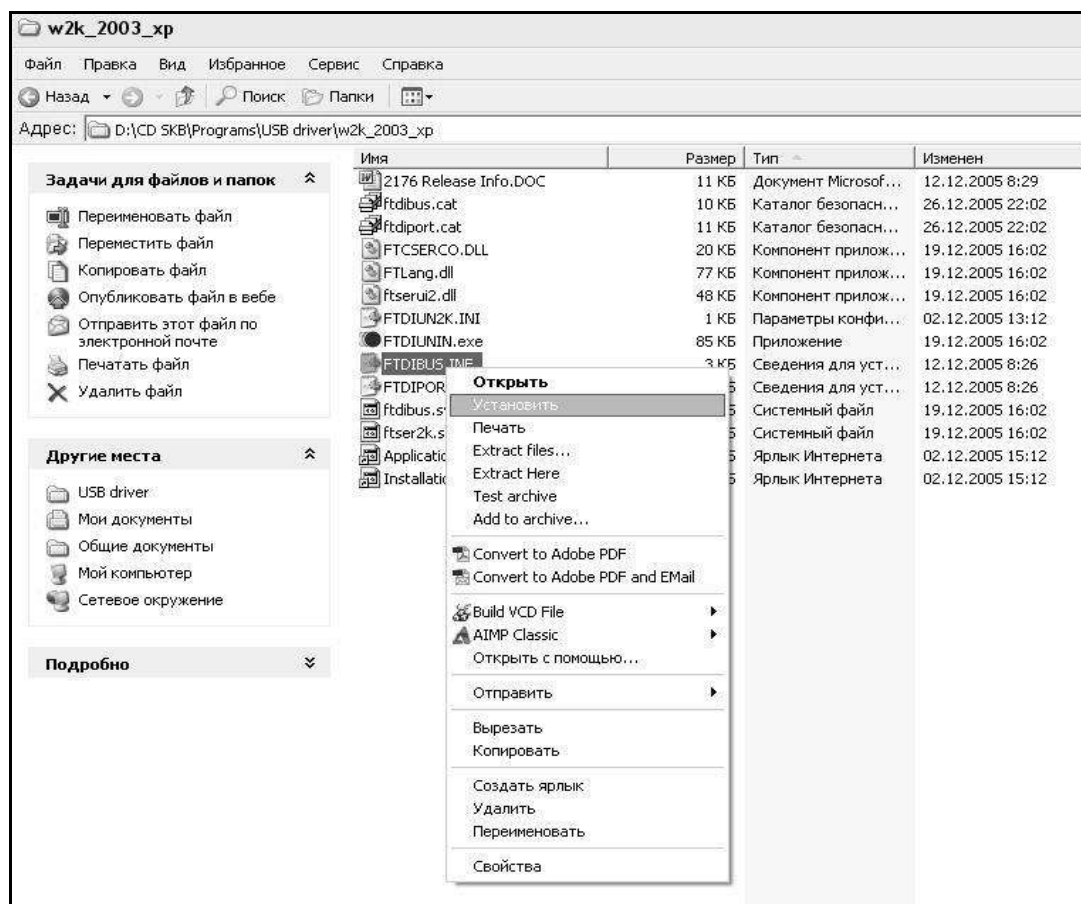

Рисунок 2.4 – Окно ручной установки драйвера
- нажать правой клавишей мыши на файле FTDIBUS.INF в выпадающем меню выбрать пункт «Установить» (см. рисунок 2.4);